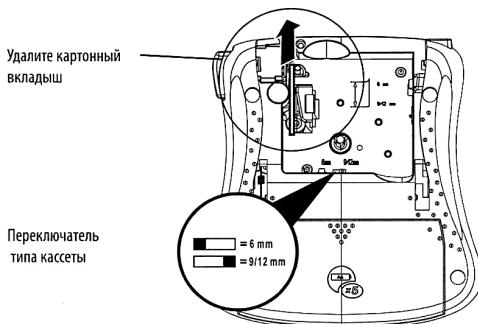

Рисунок 3
i Удалите защитный картонный вкладыш, расположенный между печатающей головкой и роликом. Смотрите рисунок 3.
- Установите переключатель типа кассеты в соответствии с выбранным типом ленты. Смотрите рисунок 3. Выемка в кассете совпадет с переключателем, когда он установлен в правильное положение.